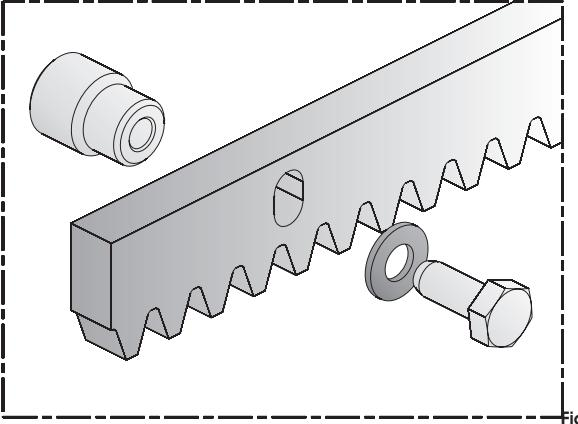

Fig. 9
1. Disposer la crémaillère (fournie sur demande), avec les vis TE 8 x 25 et les entretoises à souder fournies, d'après la fig.9. Pour éviter de souder sur le portail, on fournit des entretoises passantes galvanisées avec des vis de fixation TE 8 x 50.